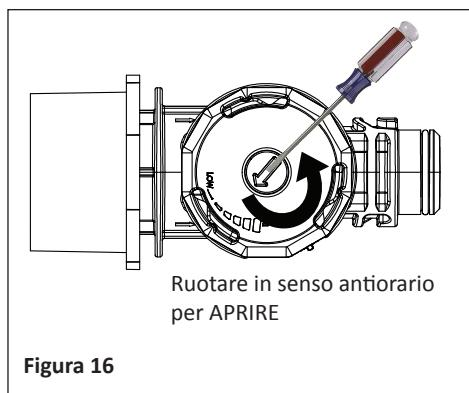

Figura 16
1. Utilizzando un cacciavite a taglio, girare la valvola in senso orario (per ridurre la portata) o antiorario (per aumentarla). Vedere **figura 16.**